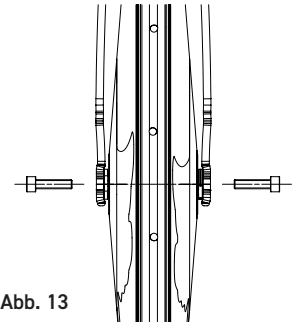

Abb. 13
- Ziehen Sie die beiden mit dem Laufrad gelieferten Schrauben mit einem 5-mm-Inbusschlüssel teilweise an (Abb.13).